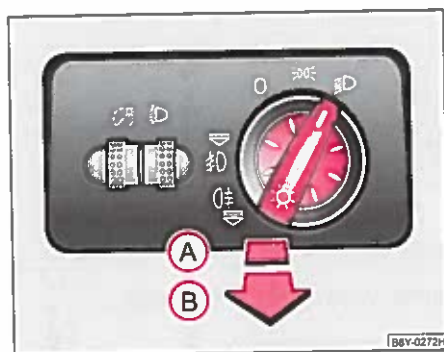

Fig. 32 Instrumentbræt: Lyskontakt
- Drej kontakten ⇒ fig. 32 i position D.
Ved vogne med højrestyring* afviger kontakternes placering delvis fra ⇒ fig. 32 den viste placering. Symbolerne på kontakterne er dog de samme.
- Drej kontakten ⇒ side 51, fig. 32 i position ☞ eller ☞D.
- Træk kontakten ud til første position (A).
- Træk kontakten ud til anden position (B). Samtidigt lyser også tågeforlygterne*.